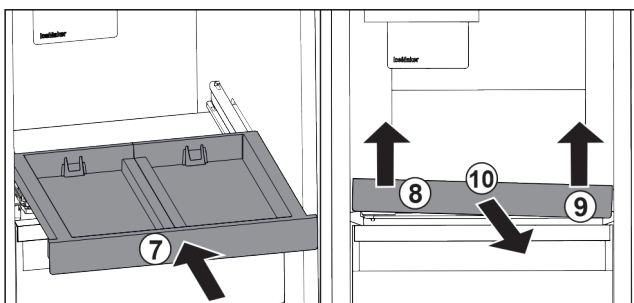

Fig. 86
- ▶ Introducir el estante extraíble. Fig. 86 (7)
- ▶ Levantar el estante extraíble por delante a la izquierda. Fig. 86 (8)
- ▶ Levantar el estante extraíble por delante a la derecha. Fig. 86 (9)
- ▶ Retirar el estante extraíble hacia delante. Fig. 86 (10)